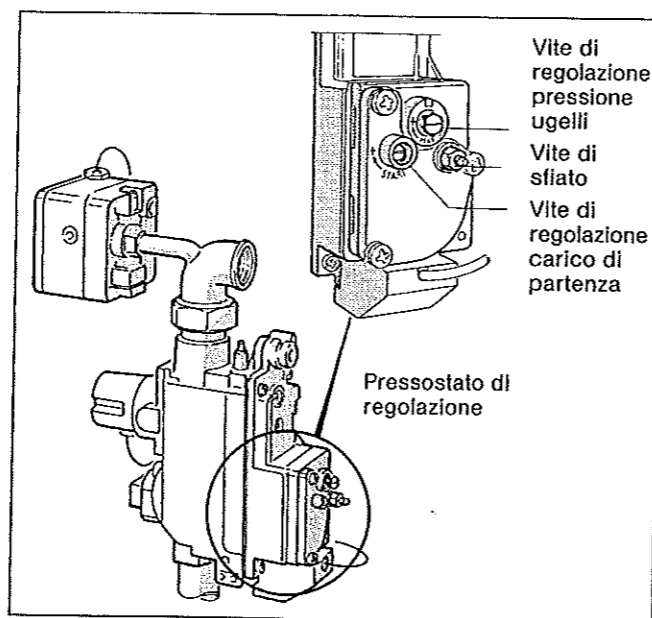

Fig. 36: „Junkers“ CE 423 I, pressostato di regolazione
- Svitare di 1/2 giro la vite di sfiato (Fig. 36).
- Leggere il grado di pressione sul manometro ad U e tarare la pressione di stadio su circa 4 mbar nel caso di gas metano, su circa 20 mbar nel caso di gas liquido e su circa 1 mbar nel caso di gas cittadino girando verso + o verso - la vite per la taratura del carico di partenza (Fig. 36).
In caso di un'operazione di adattamento da gas liquido a gas metano va dunque eseguita anche l'operazione di cui al punto 7 del protocollo della messa in esercizio: la taratura della quantità nominale di gas. Vedere al capitolo «Lavori di messa in esercizio»: «Metodo della pressione ugelli». Per i valori di regolazione ci si rifaccia alla tabella 9; in merito alla vite di regolazione cf. Fig. 36.